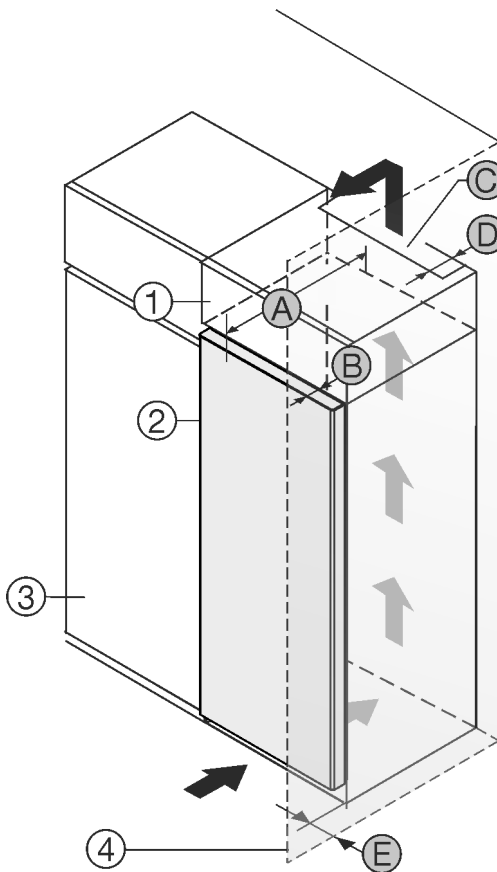

Fig. 1
Zariadenie môžete inštalovať priamo vedľa kuchynskej skrine Fig. 1 (3)\*.
Na zadnej strane nastavnej skrine musí byť vetracia šachta s hĺbkou Fig. 1 (D) cez celú šírku nastavnej skrine.\*
Pod stropom miestnosti sa musí dodržať prierez vetracieho otvoru Fig. 1 (C)\*.
Ak zariadenie nainštalujete so závesmi vedľa steny Fig. 1 (4), tak vzdialenosť medzi zariadením a stenou musí byť minimálne 13 mm.\*
Ak zariadenie nainštalujete so závesmi vedľa steny Fig. 1 (4), tak vzdialenosť medzi zariadením a stenou musí byť minimálne 20 mm.\*
Aby ste mohli dvere úplne otvoriť, zariadenie musí vyčnievať o hĺbku dvier Fig. 1 (B) prednej časti kuchynskej skrine. V závislosti od hĺbky kuchynských skrií Fig. 1 (3) a použitia dištančných držiakov na stenu môže zariadenie prečnievať ešte viac.\*